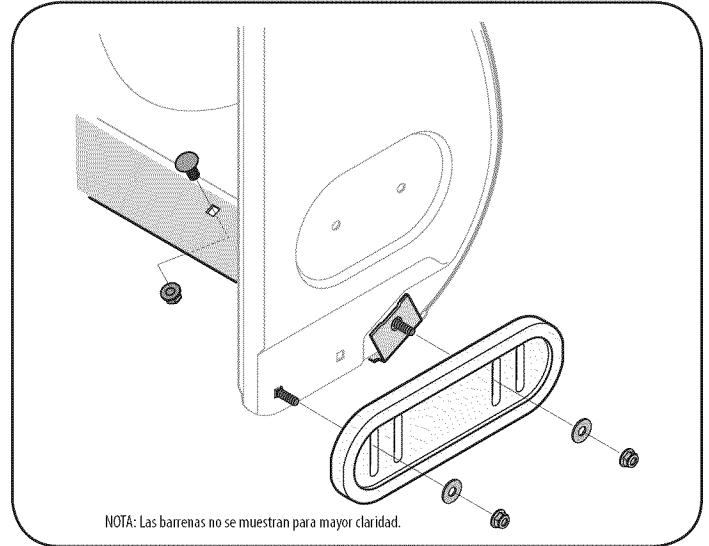

Figura 22
2. Monte las nuevas zapatas antideslizantes con cuatro pernos de carro (dos en cada lado), arandelas, y las tuercas de brida hexagonales. Consulte la figura 22.
2. Monte la placa de raspado nueva, asegurándose de que las cabezas de los pernos de carro se encuentren del lado interior de la caja. Ajuste bien. Vea la figura 22.